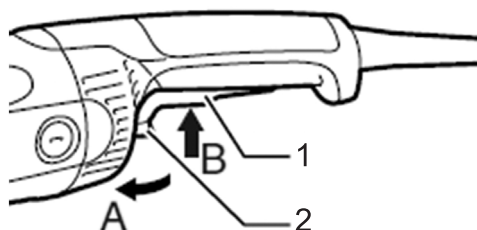

Рис. 5
Для включения инструмента нажмите на кнопку фиксации выключателя (2) (Рис. 5, А), затем нажмите на выключатель (1) (Рис. 5, В). Для выключения инструмента отпустите выключатель (1) (Рис. 5). Для фиксации инструмента во включённом положении нажмите кнопку фиксации выключателя (2), затем нажмите на выключатель (1) и, не отпуская кнопку фиксации выключателя (2), отпустите выключатель. Для отключения фиксированного положения выключателя нажмите на выключатель (1) до упора и затем отпустите его.